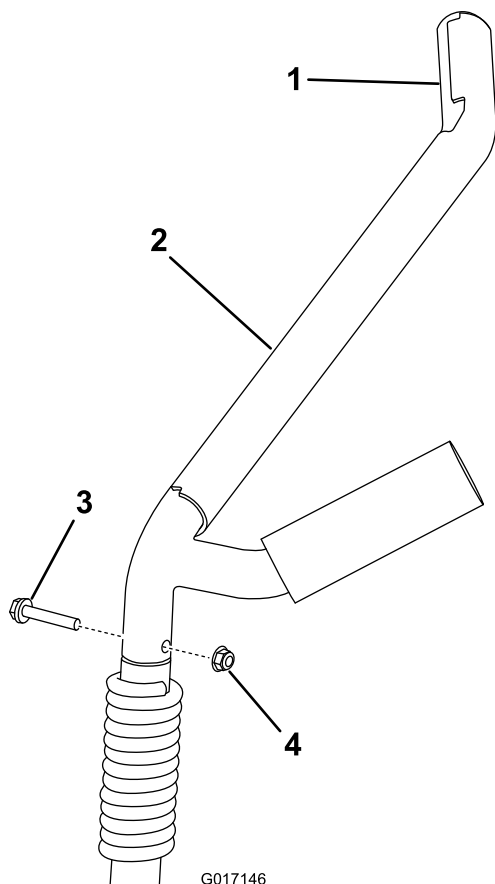

Figura 14
1. Retire los 2 soportes de los brazos, retirando el perno y la tuerca (Figura 14).